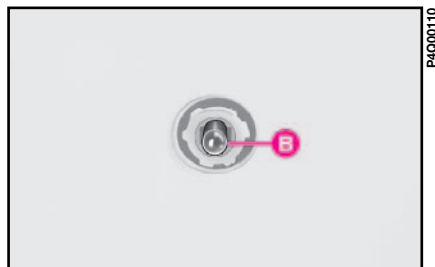

fig. 21
3) quite la lámpara **B-fig. 21** y cámbiela;